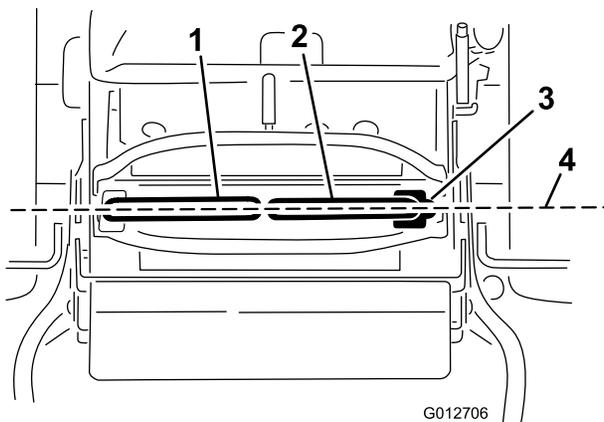

図 70
重要 Eコントロールレバーの調整が終わったあとは、試運転を行なって走行状態を確認してください。コントロールレバーの前後整列調整も、同じ手順で行ないます 図 70。
1. 水平調整が終わったら、両方のコントロールレバーを前方に少し押しして各リンクの遊びをなくし、その状態で両レバーが前後に揃っているかどうかを点検する 図 70。